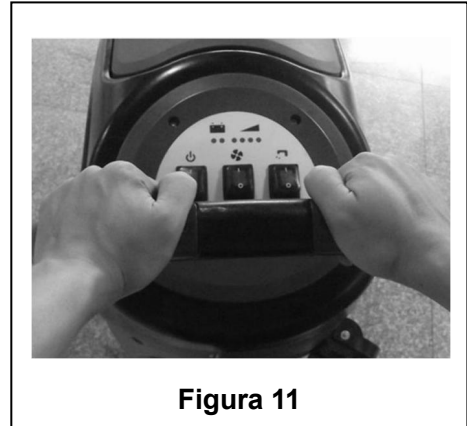

Figura 11
Una delle caratteristiche dell'apparecchio è l'installazione di due interruttori di sicurezza su entrambi i lati del manubrio. Ogni interruttore è in grado di controllare il funzionamento della spazzola in modo indipendente. Durante l'uso, ciò facilita il controllo del funzionamento dell'apparecchio. Per esperienza, il metodo per spostare la macchina mostrato a destra nella Figura 11 è il più efficace, l'utente si sente più a proprio agio con le mani e si riduce l'affaticamento. Gli utenti sono pertanto invitati a utilizzare questa modalità.
2. Tenere premuto l'interruttore di sicurezza (1) (nel modo illustrato nella Figura 11), spingere per muovere l'apparecchio e iniziare il lavoro di pulitura.